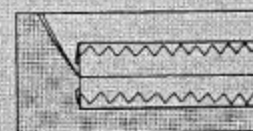

Fig. 2
Fig. 2 laat een afgewerkte gevouwen rand zien.
2. Vouw de zoom op de gewenste breedte en strijk deze. Vouw de zoom terug naar de goede kant van het kledingstuk, zodat de geregen rand ongeveer ½ cm. uitsteekt, zie afb. 2.